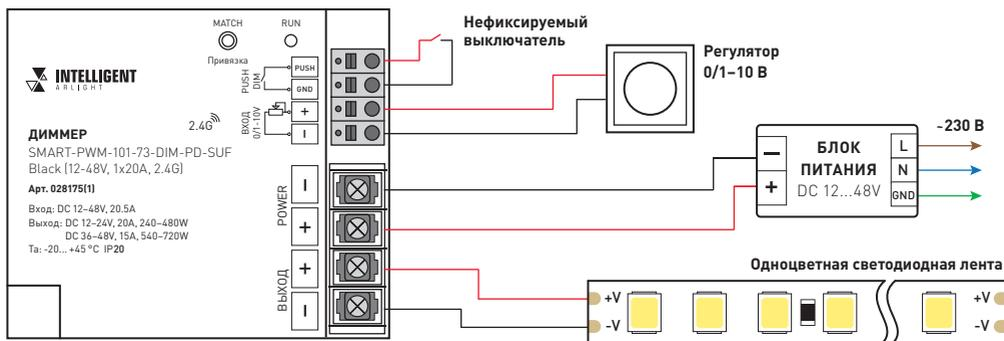

Рис. 1. Схема подключения диммера SMART-PWM-101-73-DIM-PD-SUF
- 3.2. Подключите диммер согласно схеме на рис. 1.